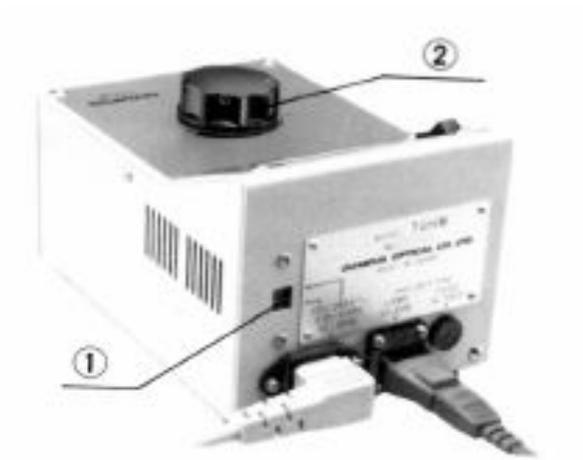

Figura 32: Fuente de luz.
1. Asegurar que el interruptor selector de voltaje está configurado para cumplir con el voltaje de red local como se muestra en la figura 32.